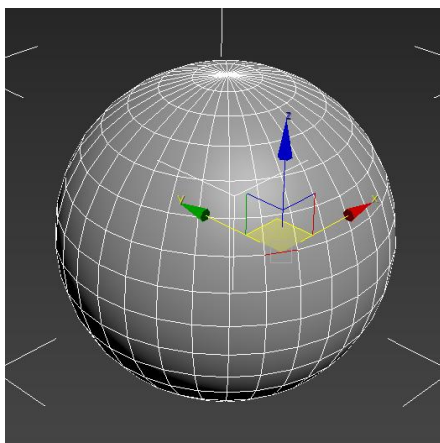

Рисунок 39 – Режим редактирования ребрами
2. Режим редактирования ребер (**Edge**) – позволяет манипулирования ребрами, где ребром является соединительная линия между любыми двумя точками (рисунок 39).